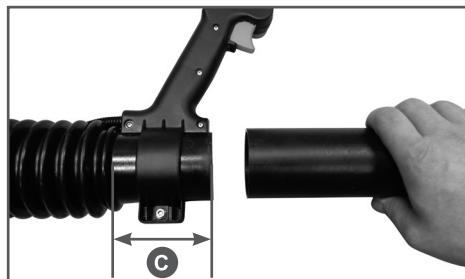

Рис. 4 Установка трубы напорной «А»
- Вставьте трубу напорную «А» гладким концом в гибкую трубу на глубину «С» гибкой трубы (Рис. 4).
- «С» гибкой трубы (Рис. 4).